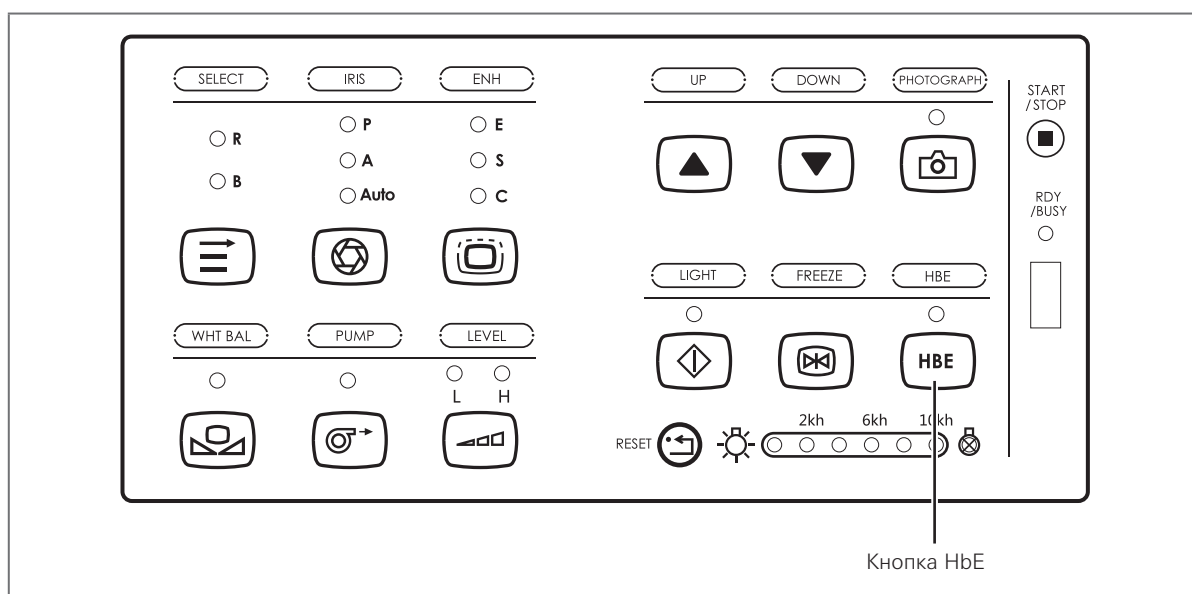
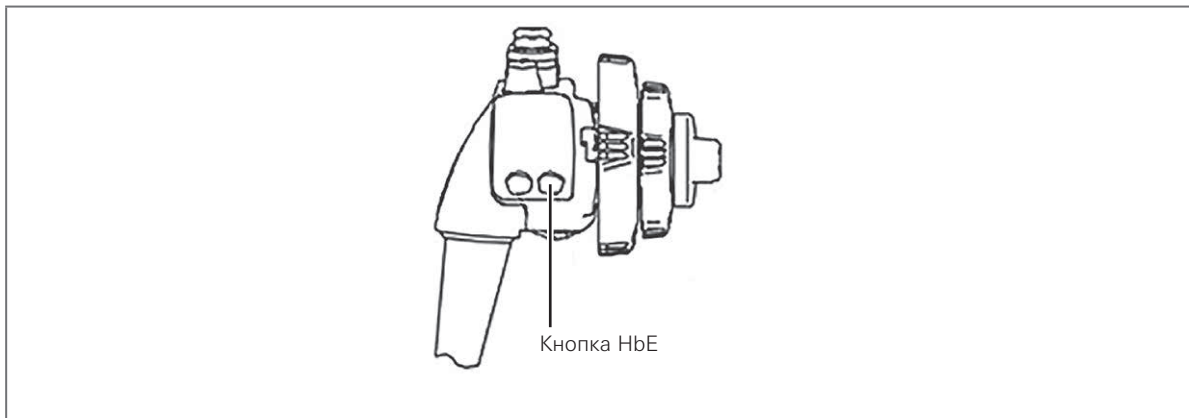

Рис. 4.8
Рис. 4.9
1. Нажмите на кнопку HbE на передней панели (см. рис. 4.8), кнопку HbE на рукоятке эндоскопа (см. рис. 4.9) или клавишу F1 на клавиатуре, чтобы ВКЛЮЧИТЬ улучшение Hb. Нажмите на кнопку HbE на передней панели или кнопку HbE на рукоятке эндоскопа ещё раз, чтобы ВЫКЛЮЧИТЬ улучшение Hb.